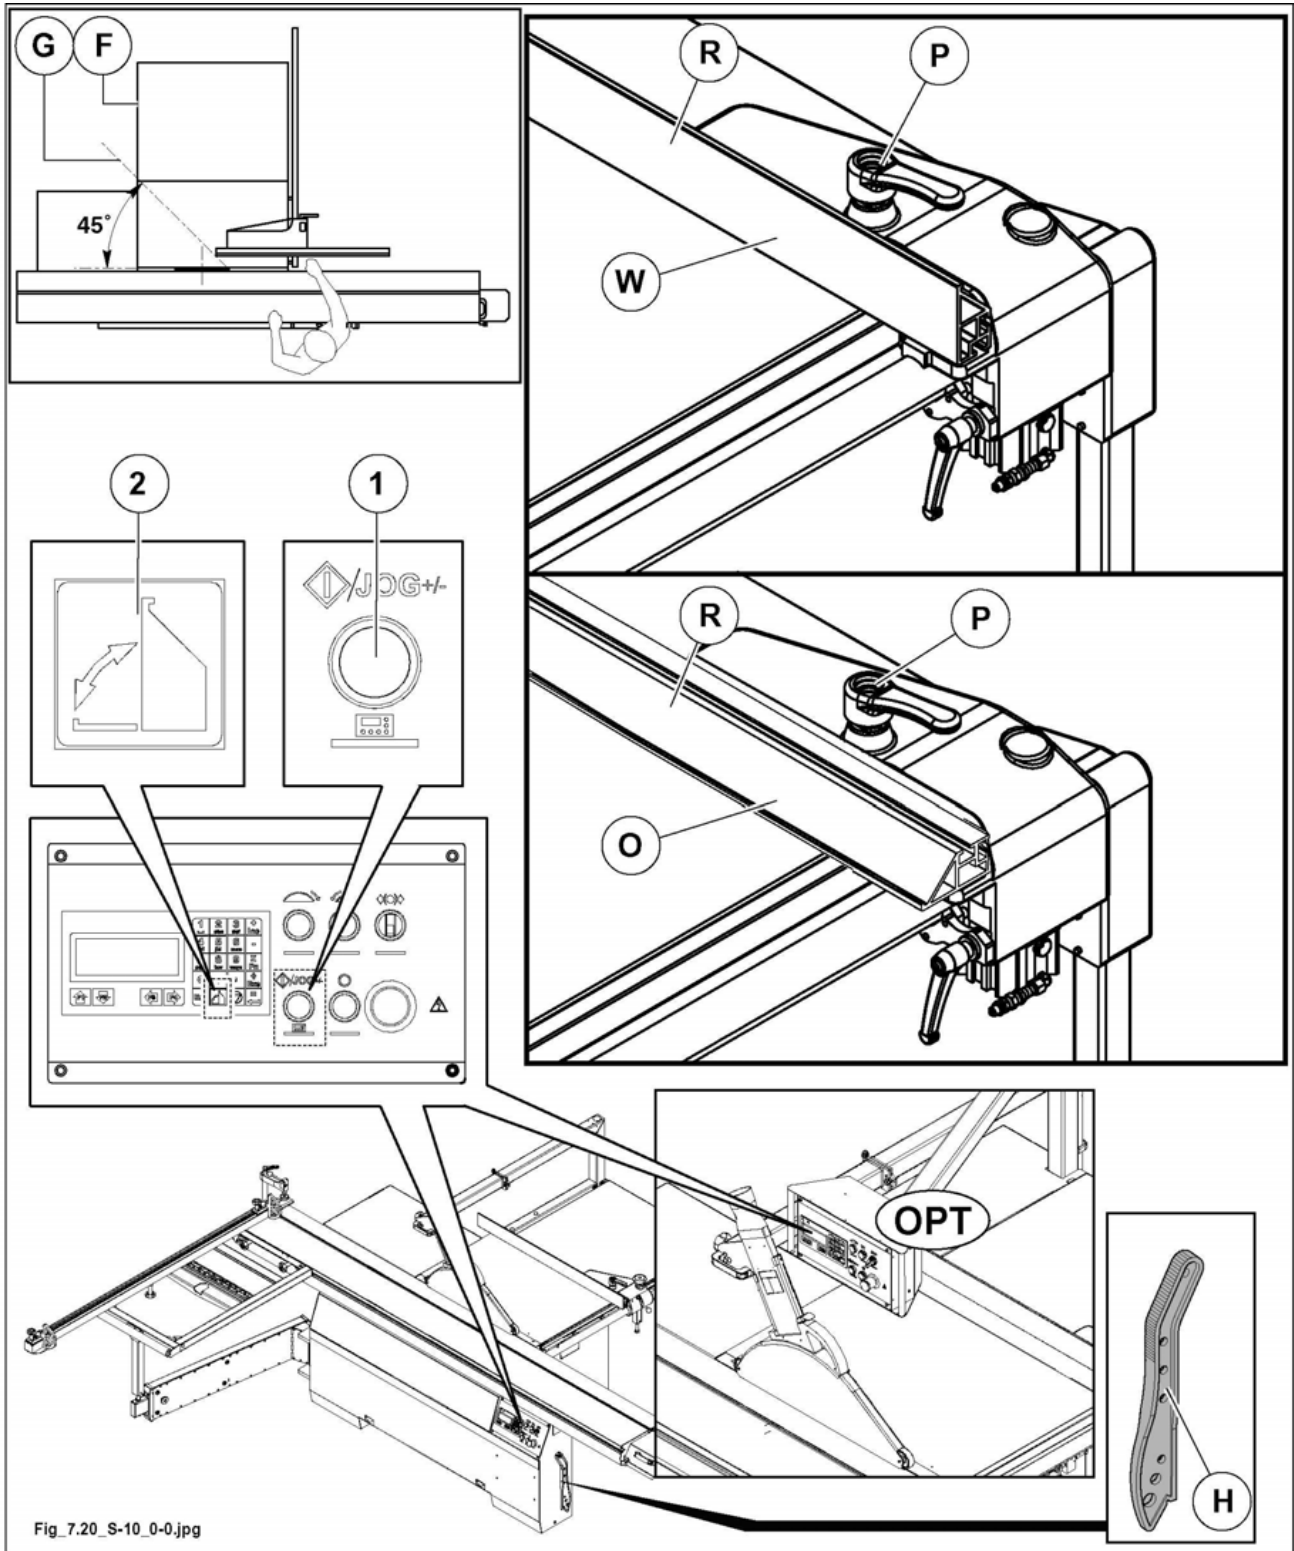

Abb. 7.20
Die Längsbewegung des Lineals (R Abb. 7.20) erfolgt nach Lösen des Hebels (P Abb. 7. 20); 2 Positionen sind möglich:
- 1) Vertikalstellung mit der dem Holzstück zugewandeten Seite (W Abb. 7.20) (an der Anzeige Taste "2" drücken bis Symbol  erscheint).
- 2) Horizontalstellung (Abb. 7.20) für Schnitte von dünnen Teilen und für Schrägschnitte (an der Anzeige Taste "2" drücken bis Symbol  erscheint).
solche Position ermöglicht den Vorschub des Holzstückes durch den mitgelieferten Schiebestock (H Abb.7.20).
Das vordere Ende der Zeile darf nie am Ende des Tisches auf der Seite (F Abb. 7.20) herausragen, aber muss eine imaginäre Linie (G Abb. 7.20) erreichen, die am ersten Zahn an der Klinge beginnt und um 45° nach vorne geschoben wird. Dies soll verhindern, dass die Sägezähne beim Heben das Werkstück ergreifen und es gegen den Bediener schleudern.